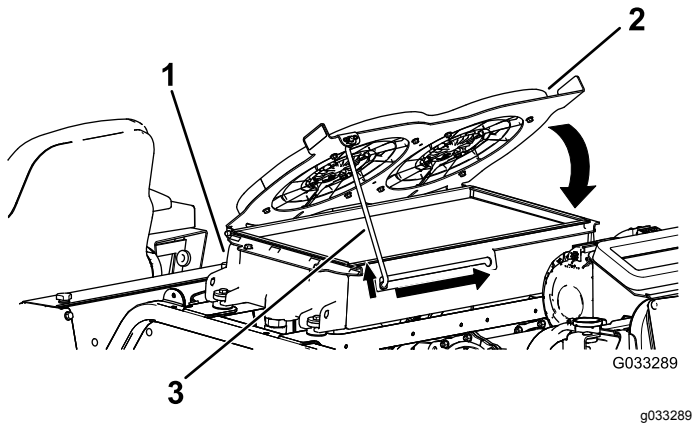

Figura 123
4. Gire hacia abajo los ventiladores de refrigeración del sistema hidráulico, y enganche la varilla de sujeción en la muesca (Figura 123).